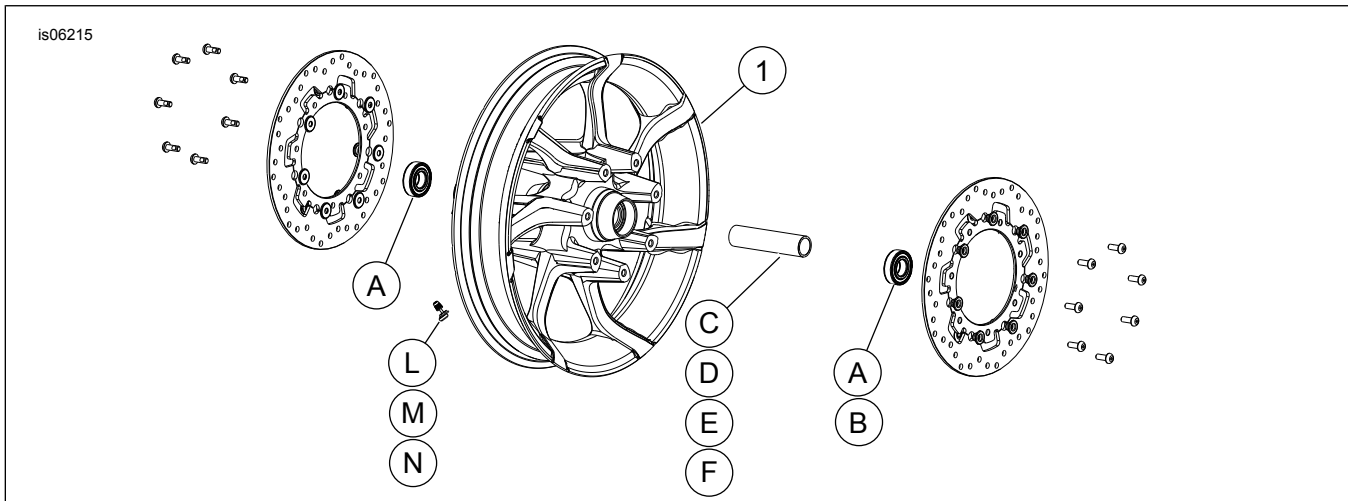

Figura 1. Piezas de servicio: Ruedas traseras del agitador (se muestran 19 pulgadas)
Vea Figura 1 y las Tablas de piezas de servicio.
2. Ver Figura 1 . Instale el conjunto del vástago de la válvula (L) en la rueda. Consultar el manual de servicio.